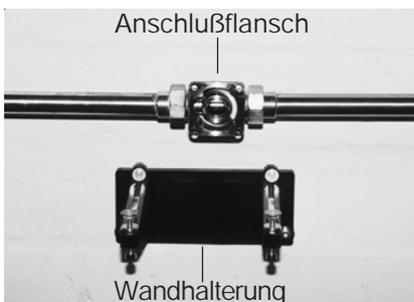

Abb. 5
- Wandhalterung mit beiliegenden 4 Innensechskant-Schrauben befestigen (Abb. 5).